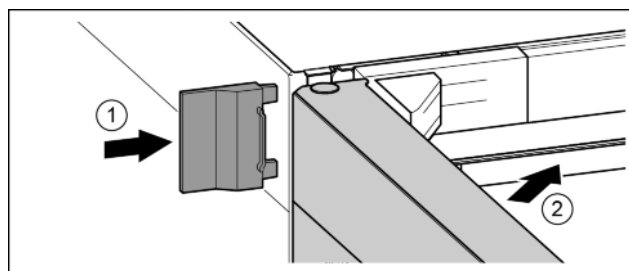

Fig. 17
- ▶ Buitenste afdekking erop schuiven. Fig. 17 (1)
- ▶ Bovenste deur sluiten. Fig. 17 (2)